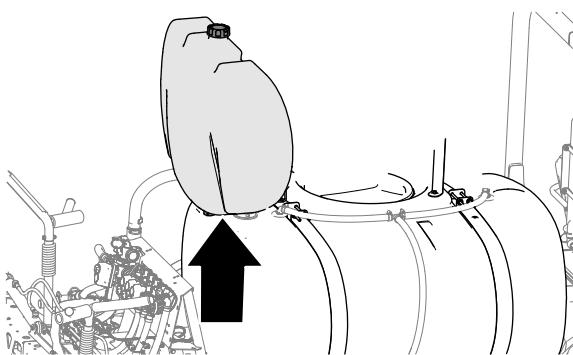

Bild 5
6. Nehmen Sie den Spülbehälter von der Maschine ab (Bild 5).